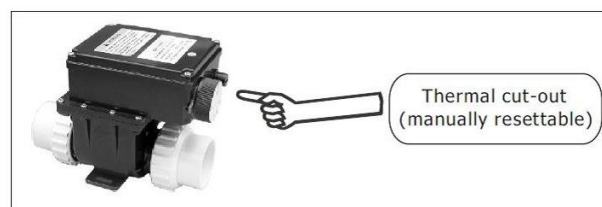

Fig. 7
4. Vattenvärmaren har en inbyggd termosäkring, som automatisk stänger av värmaren om vattentemperaturen skulle överstiga 60gr. C. För att starta upp igen, måste locket, som döljer termosäkringen, skruvas av och termosäkringen tryckas på plats tillbaka till den ursprungliga positionen. (Fig. 7)